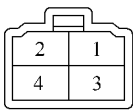

图 19-43 检查前鼓风机电阻器
(1) 检查前鼓风机电阻器。前鼓风机电阻器的接插件如图 19-43 所示。其端子的导通情况见表 19-6。